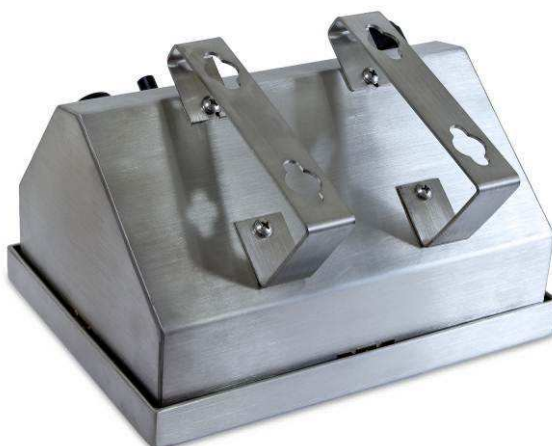

图 2-7: 安装墙式支架
O. 把盖子合上以后，用 4 个螺钉把支架固定到仪表上，如图 2-7 所示。